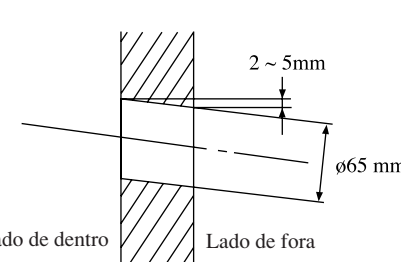

Fig. 3-4
- A abertura na parede tem de ser executada, como na Fig. 3-4, com uma certa inclinação, para assegurar um escoamento suave da água condensada.